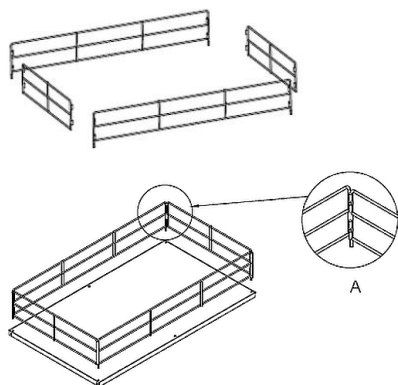

Рис. 1
1. Сначала прикрепить релинги к верхней полке. Соединить релинги с помощью ригелей (рис. 1 А).